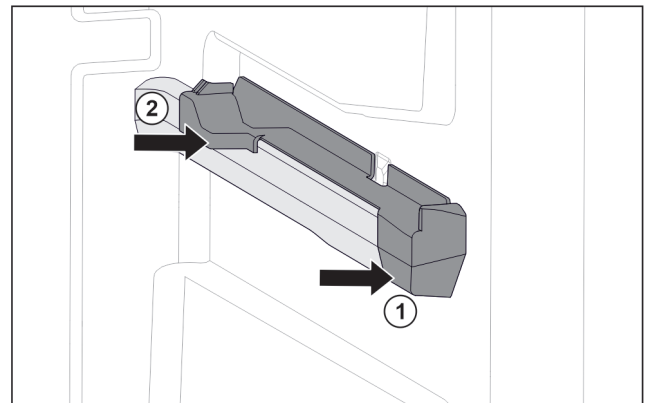

Fig. 125 Insteekelement op rechter containerrib
- ▶ Insteekelement voor tegen containerrib plaatsen. Fig. 125 (1)
- ▶ Insteekelement achter aandrukken. Fig. 125 (2)